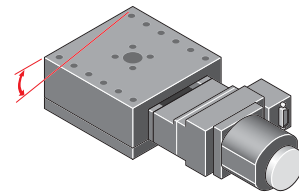

図3-11 平行度
3.11 平行度 [JIS B 6330-1980 準拠] [図3-11]